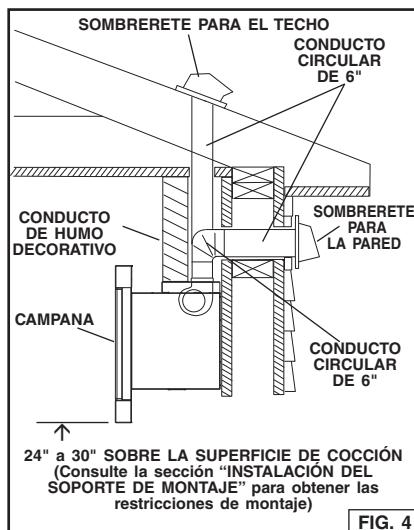

FIG. 4
1. Decida en qué lugar entre la campana y el exterior colocará los entubados. Fig. 4.